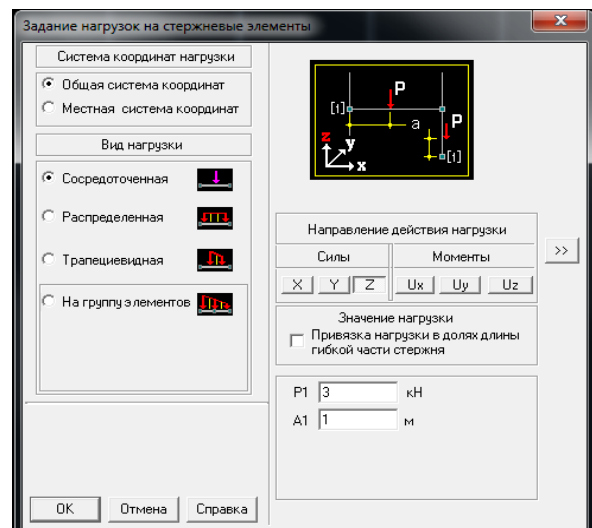

Рисунок 1.15 - Задание сосредоточенной нагрузки  $P_1 = 3 \text{ кН}$  на элемент на расстоянии  $a_1 = 1 \text{ м}$  от левого его края вдоль оси Z
**нагрузок на стержневые элементы** (рис. 1.15... 1.18), в котором с помощью маркера выбирается тип нагрузки на элемент (сосредоточенная, распределенная, трапециевидная или на группу элементов).